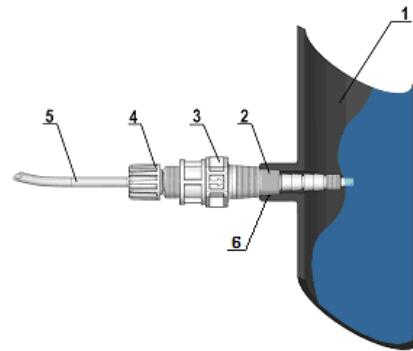

Fig. 7 - Montaje de la conexión
Tanto en el tubo de flujo como en el tubo de succión se evitan curvas excesivas para evitar cuellos de botella en el mismo tubo. En el punto más adecuado para la inyección del producto a dispensar, aplique un racor de 3/8 "o una rosca de gas de 1/2" en la conducción de la planta a tratar. Este accesorio no se suministra. Atornille la válvula de inyección al "racor de junta" con cinta PTFE, ver Fig. 7. Conecte el tubo a la válvula de inyección cónica y asegúrelo con el anillo de bloqueo (4). La válvula de inyección es también una válvula de retención.